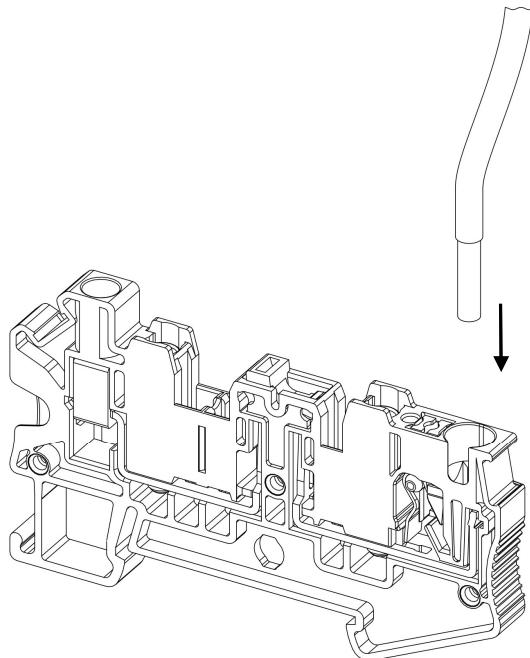
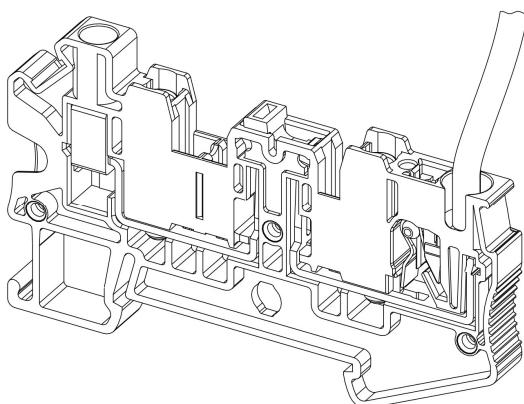

Рисунок 16 – ввод одножильного проводника в точку подключения
Рисунок 17 – одножильный проводник в точке подключения
- Вставьте подготовленный жесткий проводник подходящего сечения до упора в точку подключения (**овальное отверстие**) клеммы (рис. 16; рис. 17).